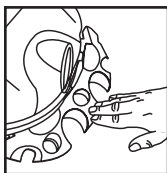

FIGURA 12
10. Presione en el centro del porta-herramientas hasta que la lengüeta quede asegurada en la parte inferior de la tapa. **FIGURA 12.**